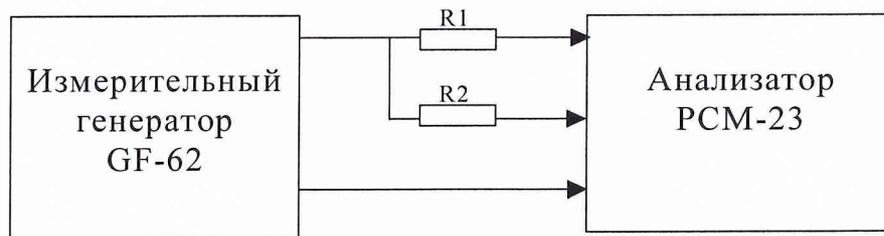

Рис.8.16.
8.3.16.1. Определение асимметрии производится с помощью двух прецизионных резисторов $R_1 = R_2 = 300$ Ом (подбираются так, чтобы их разность была менее 0,1 %) и измерительного генератора GF-62 методом прямых измерений (рис.8.16).